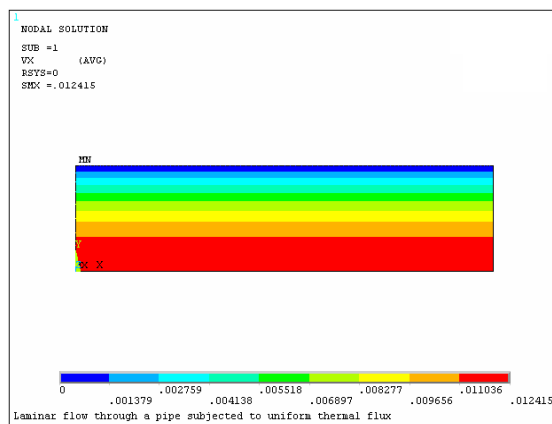

图 8-44 流体轴向速度场分布等值线图
④重复第②步操作。在“Item to be contoured”列表框中依次选择 DOF Solution→X-Component of fluid velocity, 单击“OK”按钮, ANSYS 窗口将显示如图 8-44 所示的流体轴向速度场分布等值线图。